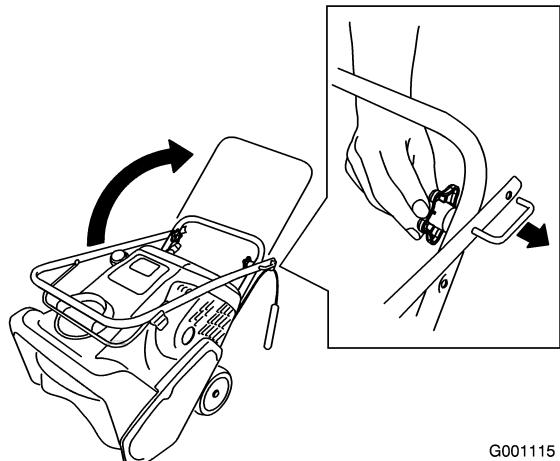

Figure 3
2. Positionnez la moitié supérieure du guidon comme illustré (Figure 3).